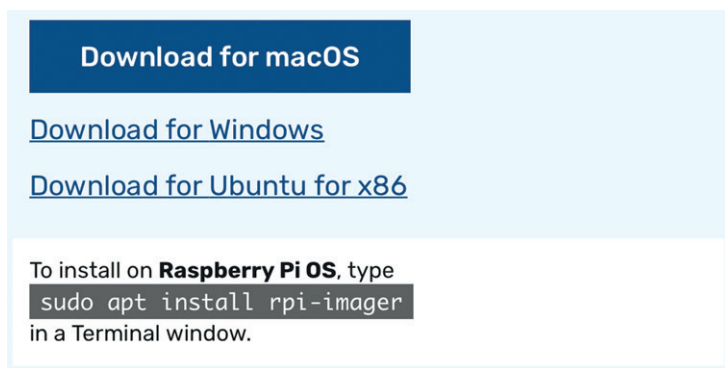

Рис. 3.3. Загрузка Imager для Raspberry Pi
1. Посетите страницу загрузки дополнительного ПО на официальном сайте Raspberry Pi по адресу <https://www.raspberrypi.com/software/>. Загрузите Imager для своей операционной системы как показано на рис. 3.3 (как правило, нужная вам версия выделяется в виде кнопки).